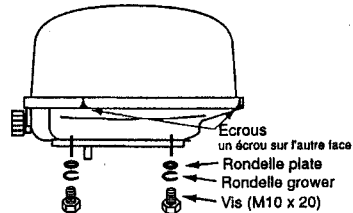

Figure 2 Antenne radôme
1. Enlevez les 4 vis (M10X20) les rondelles grower et les rondelles plates situées à la base du radôme (figure2); les mettre de côté. (Les vis M10 peuvent être utilisées pour fixer la base du radôme sur une assise, si celle-ci est égale ou inférieure à 10mm).